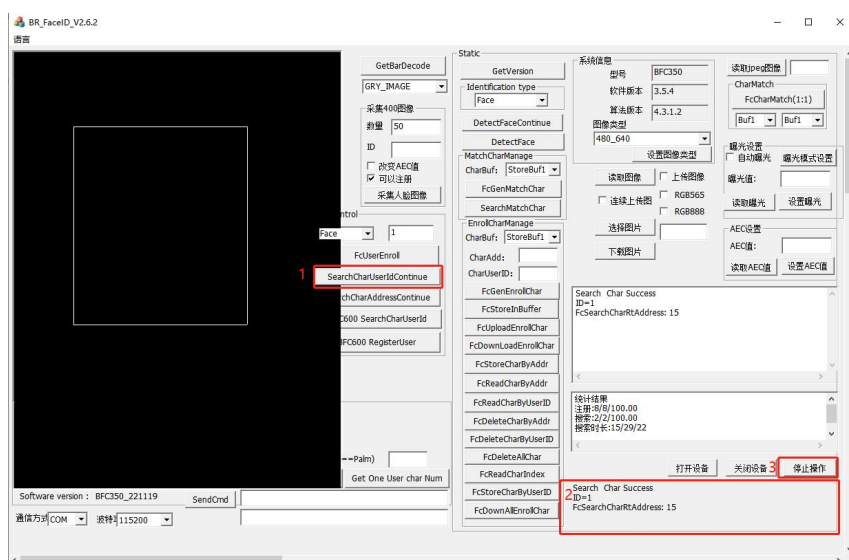

图 4-6
- (1) 模块正对掌静脉/人脸，点击（1）处“SearchCharUserIdContinue”；
- (2) 搜索成功后左边（2）处显示“Search Char Success ID=11”；
- (3) 点击（3）处“停止操作”，如图 4-6 所示。